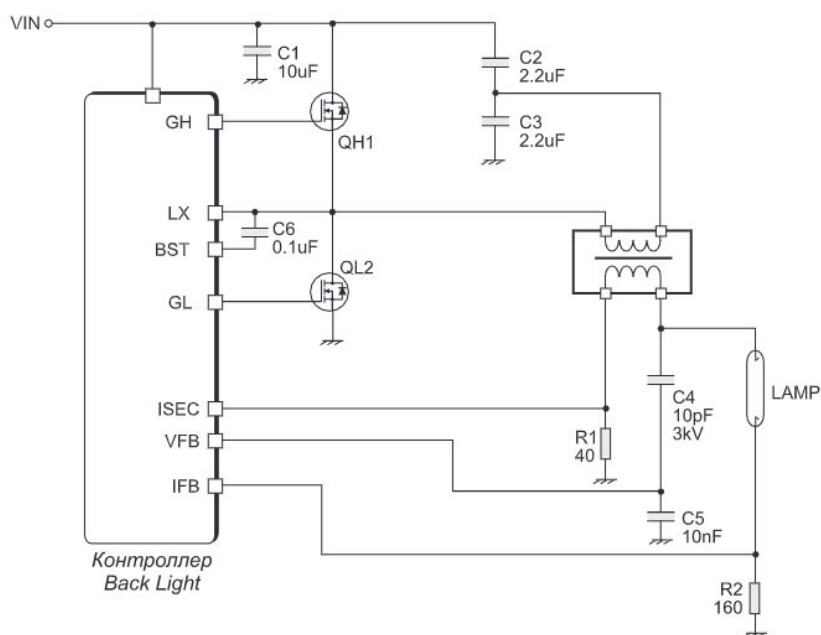

Рис. 1.8. Полумостовой преобразователь (Half Bridge)
- мостовой преобразователь (Full Bridge) (рис. 1.8).